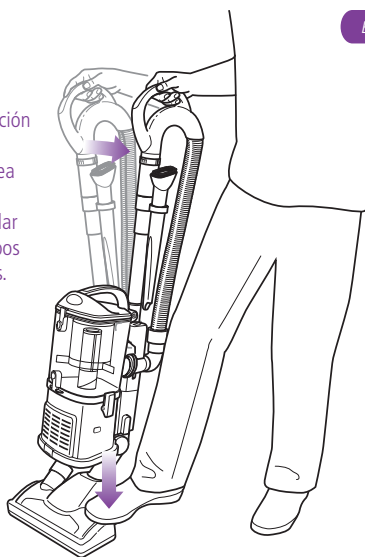

Fig. 11
- 4 Presione suavemente la boquilla para piso hacia abajo con su pie mientras sujeta el mango y lo inclina hacia atrás. (Fig. 11)